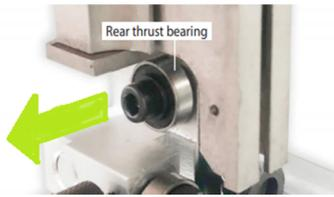

Figure 8
- Démontez le roulement de découpe classique supérieur. (Fig 8)